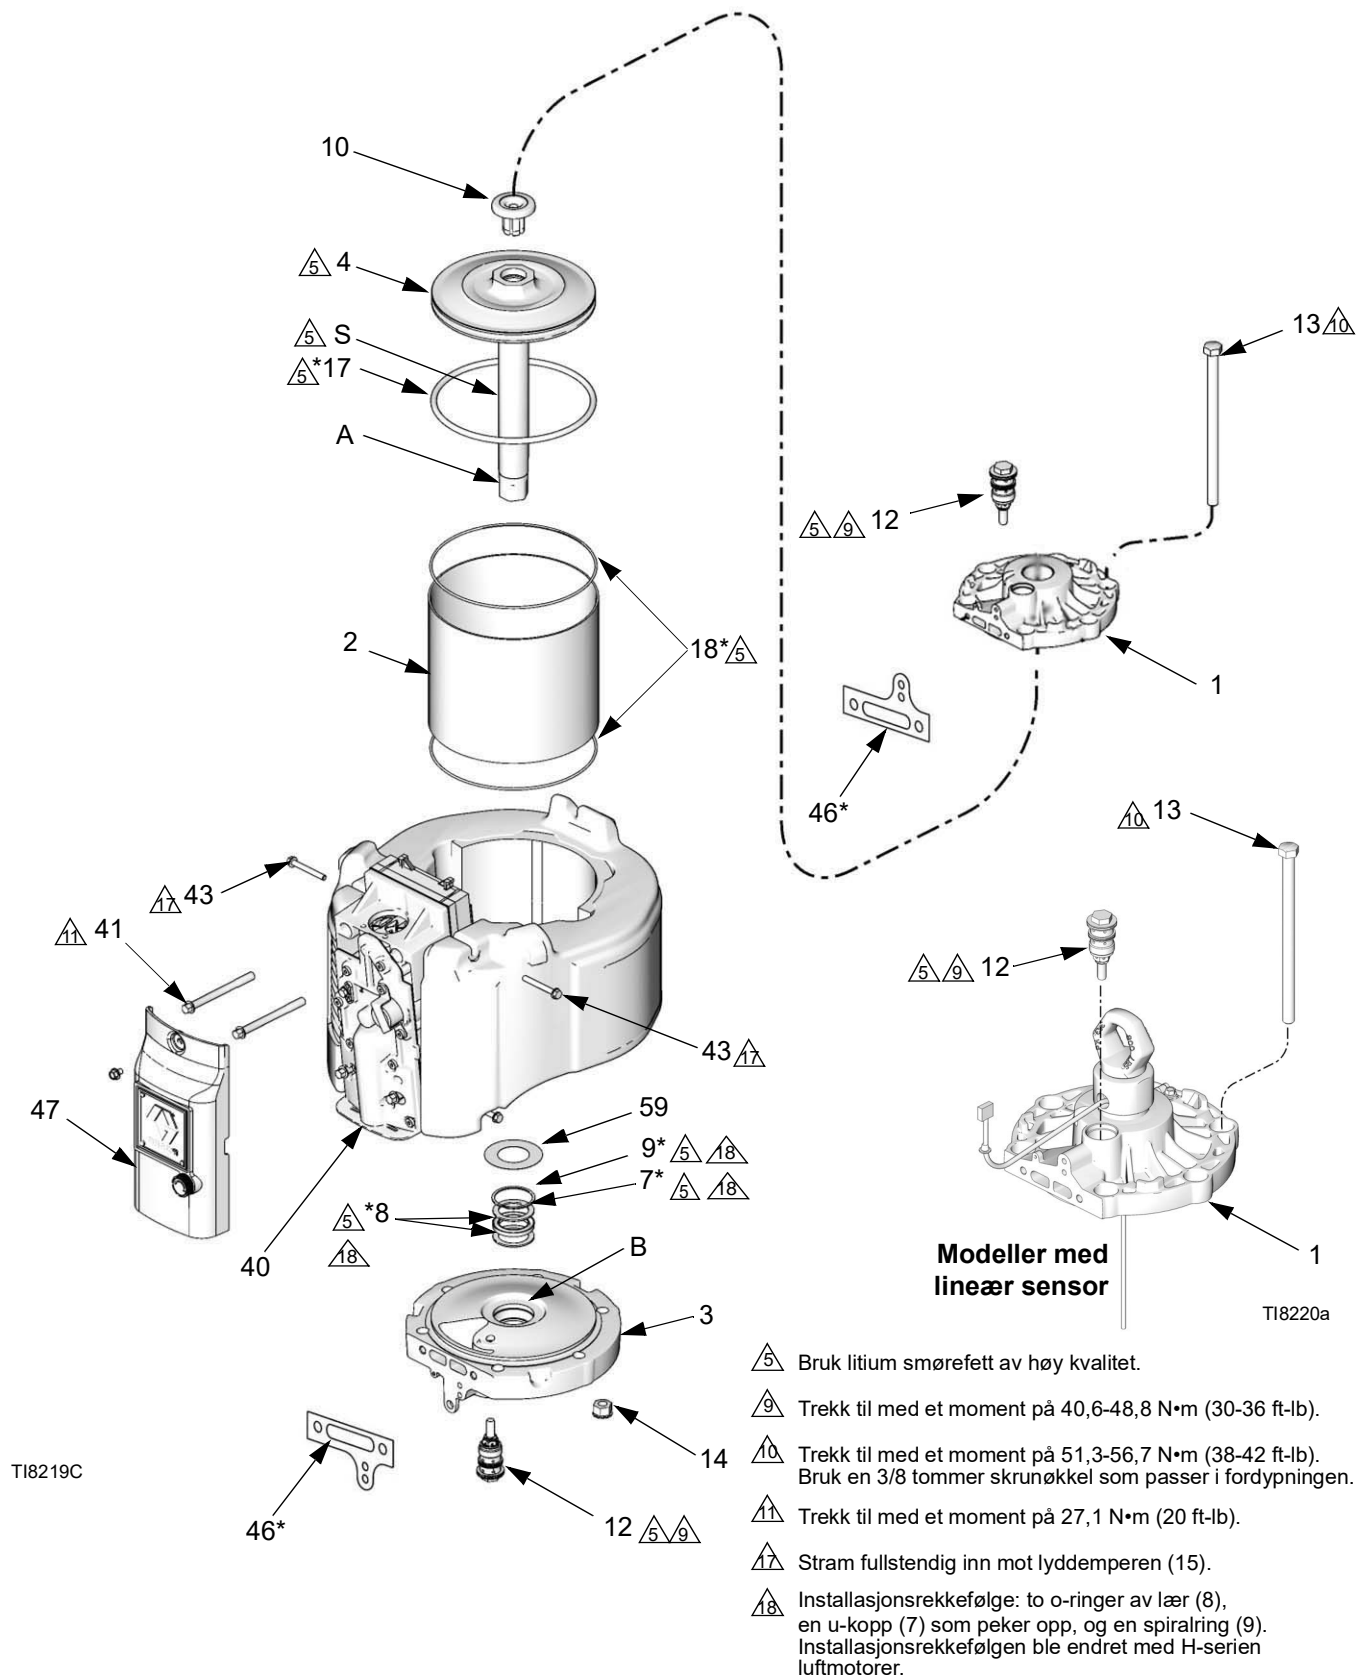

FIG. 12. Reparasjon av luftmotor
5. Ta av det ytre ventildekselet (47). Se FIG. 12.
6. Ta ut de fire skruene (43) og lyddemperen (15).
7. Skru ut de to øverste luftventilskruene (41). Løsne men ta ikke ut de to nederste skruene (41). Vipp luftventilen (40) for å gjøre demonteringen lettere.
8. Ta ut ankerboltene (13). Bruk en gummiklubbe og slå på undersiden av topplokket (1) for å løsne det. Løft topplokket av motoren.
9. Frakoble luftmotoren fra nedre enhet (se din separate pumpehåndbok). Adapteren (A) på stempelakselen skal bli værende på akselen (S).
10. Skyv stempelsettet (4) ut av toppen på sylindere (2).
11. Kontroller stempelets o-ring (17). Kontroller stempel (4) og stempelaksel (S) for hakk eller andre skader. Erstatningsstempelet (4) inkluderer stempel, aksel (S) adapter (A) og buffert (10).
12. Ta av sylindere (2). Kontroller den innvendige overflaten for hakk eller andre skader. Skift den ut hvis den har skader.
13. Ta av buffert (59), låse-ring (9), reservepakninger (8) og v-pakning (7) fra det nedre dekselet (3). Inspiser delene for slitasje eller skader. Inspiser det nåværende lageret (B) (små riper er akseptabelt). Hvis lageret har skader, skift ut det nedre dekselet (3).
1. Se FIG. 12. Installer to reservepakninger (8\*), og deretter v-pakning (7\*) med kantene pekende oppover. Sett deretter låse-ringen (9\*) inn i bunndekselet (3). Smør pakningene. Installer lyddemperen (59).